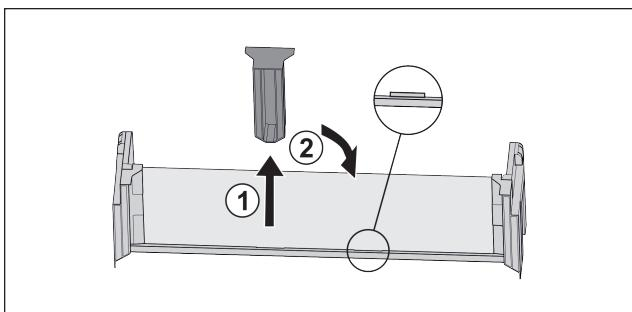

Fig. 83 *
- ▶ Снимите среднюю поддерживающую деталь Fig. 83 (1).*
- ▶ Вставьте среднюю поддерживающую деталь во вторую позицию Fig. 83 (2).*